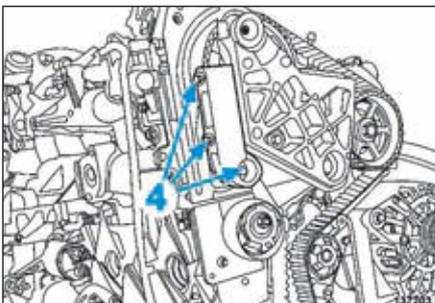

FIG.10
• Déposer le support latéral (4) du support de la pompe haute pression (Fig.10).